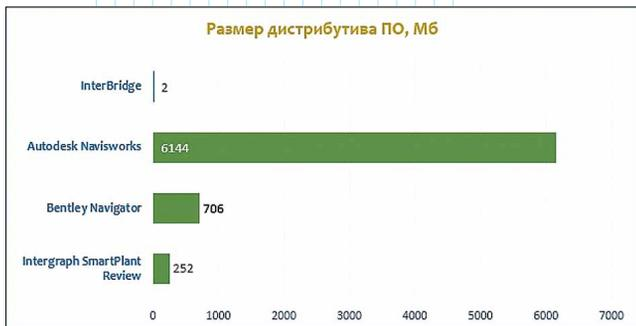

Рис. 14
• **самый компактный** – объем дистрибутива *InterBridge* составляет всего 2 Mb, что в сотни раз меньше, чем у схожего по функционалу ПО (рис. 14);